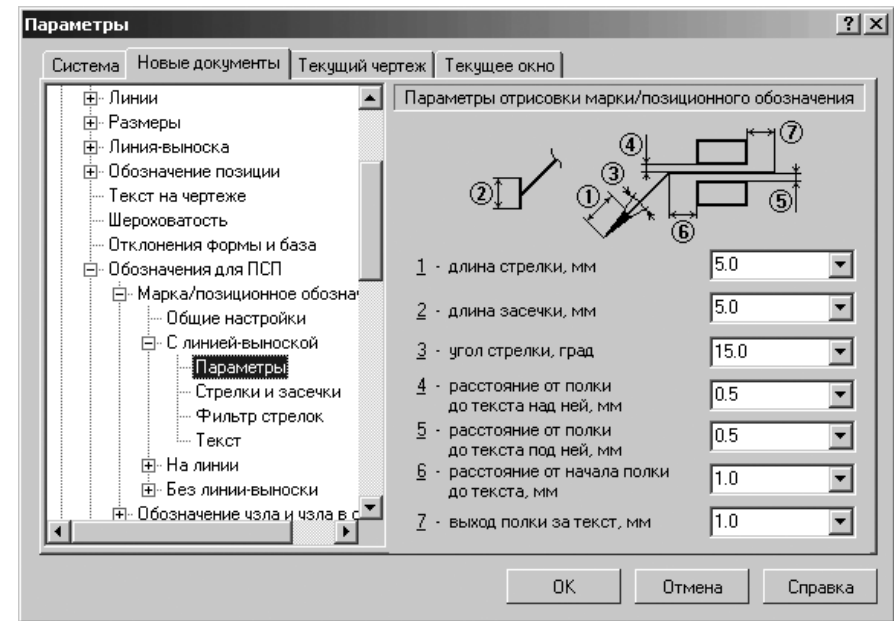

Рис. 10.49. Диалоговое окно **Параметры** с открытой вкладкой **Новые документы** и панелью **Параметры отрисовки марки/позиционного обозначения**
- щелкните в списке настраиваемых элементов **С линией-выноской** по пункту **Параметры**. В правой части появится панель **Параметры отрисовки марки/позиционного обозначения**, показанная на рис. 10.49;